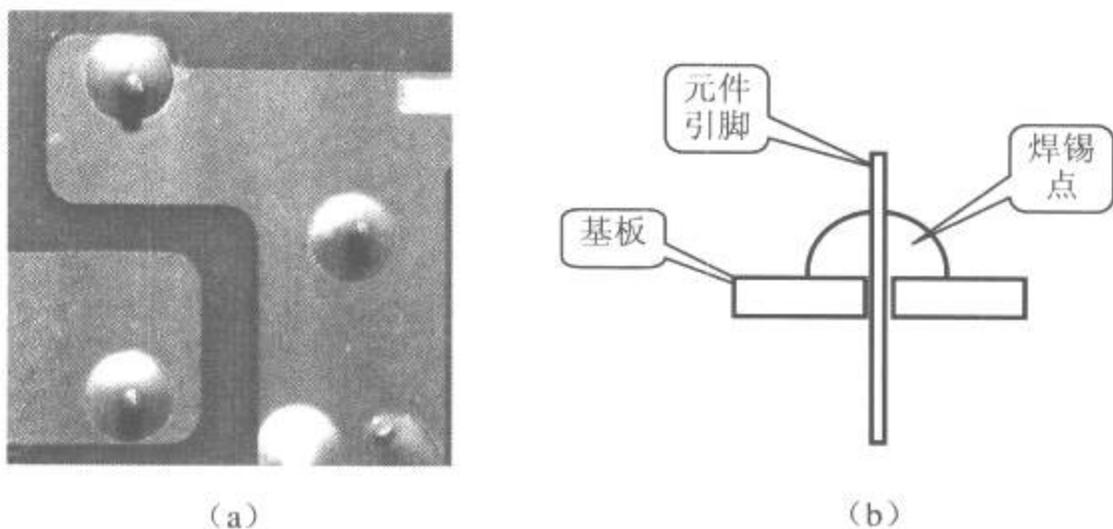

图 1-69 焊接质量良好的焊点
① 质量检查。焊接时要保证每个焊点焊接牢固、接触良好，要保证焊接质量。好的焊点如图 1-69 所示，锡点应是“光亮、圆滑、无毛刺、锡量适中”，元件引脚尽量伸出焊点之外，锡和被焊物熔合牢固。不应有“虚焊”和“假焊”。“虚焊”是焊点处只有少量锡，时间久了会因振动造成焊点脱开，引起接触不良，时通时断。“假焊”是指表面上好像焊住了，但实际上并没有焊上，有时用手一拔，引线就可以从焊点中拔出，还可以称为“夹焊”。这两种情况都会给维修和调试带来极大的困难。只有经过大量的、认真的焊接实践，才能避免。